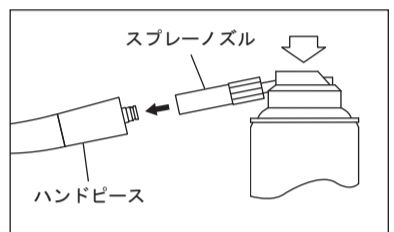

図9
- 3) スプレーノズルをハンドピース後部へ挿し込み、ハンドピースを押さえて、ハンドピース先端よりオイルが出るまで2~3秒スプレーします。注油は先端から異物等の汚れが出なくなるまで繰り返し行います（図9）。
- 3) 最後に、パナスプレープラス（図9）または弊社製自動注油システムによる注油を行います。